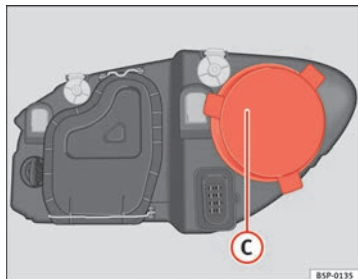

Abb. 187 Fernlicht
- Den Deckel ⇒ Abb. 187 C abziehen.